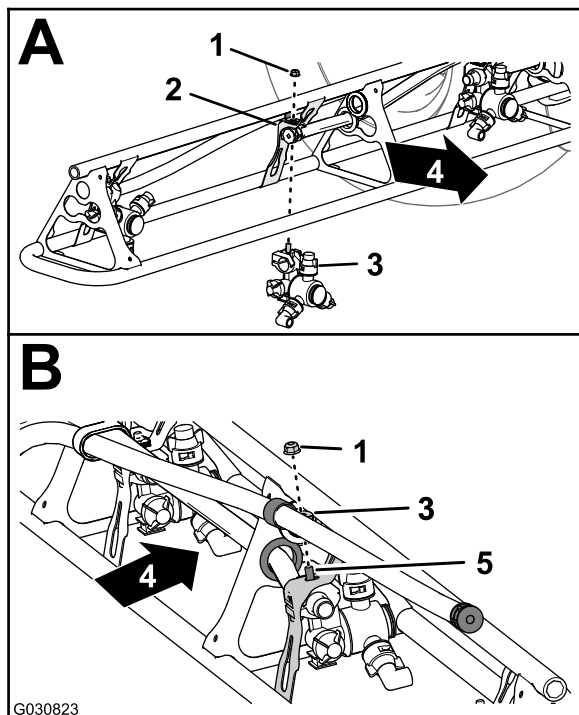

Figura 132
- Nas posições dos bicos 1 e 4, monte o bico do pulverizador na montagem do bico (A de Figura 132) com a porca de bloqueio flangeada (5/16 pol.) que retirou no passo 2 de Retiração dos bicos do pulverizador das secções de pulverização exterior (página 57).
- Nas posições dos bicos 2 e 3, monte o bico do pulverizador na montagem do bico (A e B de Figura 132) com a porca de bloqueio